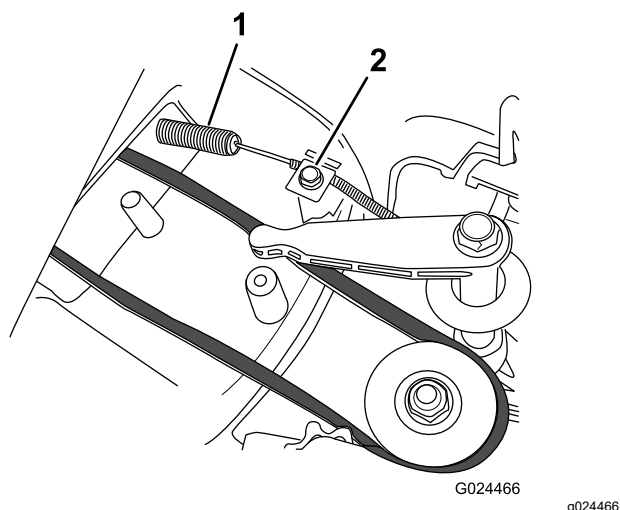

Figure 31
2. Montez le câble de frein de lame neuf, mais ne serrez pas le collier au sommet du carter de la tondeuse (Figure 31).